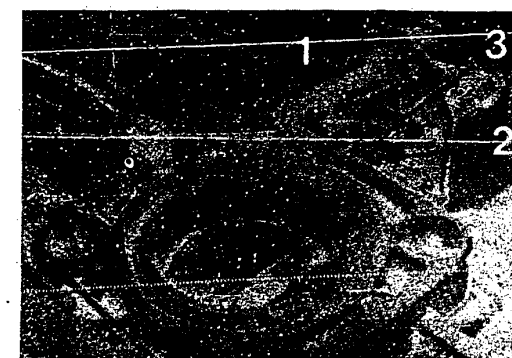

Bild 32 Messen des Drosselklappenspalt am Vergaser 175CDT. Die Korrektur erfolgt an Schraube 2. Die Drosselklappenanschlagschraube 3 darf nicht aufliegen.
d) Die **Leerlaufdrehzahl** wird an der längeren der beiden Drosselklappenanschlagschrauben eingestellt (3 in Bild 32).